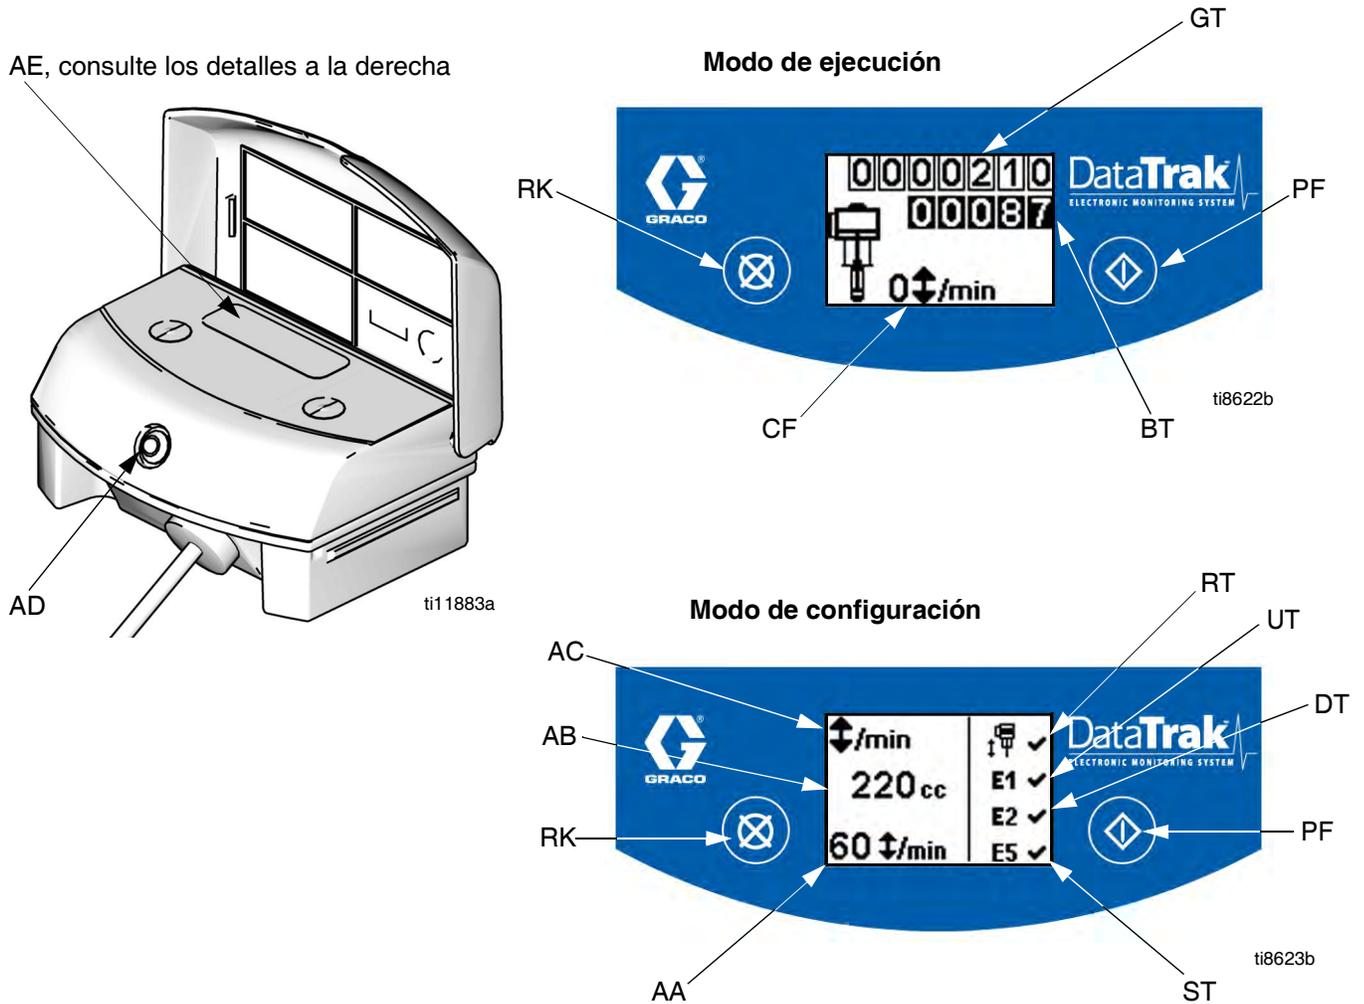

FIG. 8. Controles e indicadores de DataTrak
## Leyenda para la FIG. 8
1. Consulte la FIG. 8. Mantenga pulsado  durante 5 segundos hasta que aparezca el menú Configuración.
Consulte la FIG. 8.
1. Consulte la FIG. 8. Si se produce embalamiento de la bomba, accionará el solenoide de embalamiento, parando la bomba. El LED (CD) destellará y la pantalla (CF) indicará una condición de embalamiento (vea la Tabla 1:). La pantalla hará un ciclo a través de seis pantallas de instrucciones.
2. Pantallas de embalamiento 1 y 2: para restablecer el solenoide de embalamiento, cierre la válvula de aire principal (E). Espere a que el aire se haya purgado completamente del motor neumático.
3. Pantallas de embalamiento 3 y 4: Después de que se haya purgado el aire, pulse el botón de liberación del solenoide (J) hacia abajo para restablecer la válvula de aire. El botón volverá hacia arriba cuando se presurice la válvula de aire.
(vea la FIG. 8).
1. Consulte la FIG. 8. Para entrar al modo de cebado/lavado, pulse cualquier tecla para activar la pantalla, luego pulse . Aparecerá el símbolo Cebado/Lavar en la pantalla y el LED parpadeará
2. Mientras está en modo de cebado/lavado, se inhabilita la protección contra embalamiento y el totalizador de lotes (BT) no contará. El totalizador global (GT) continúa la cuenta.
Consulte la FIG. 8. El último dígito del totalizador de lotes (BT) representa décimas de galón o litro. Para reponer a cero el totalizador, pulse cualquier tecla para activar la pantalla y, después, mantenga pulsado  durante 3 segundos.
Consulte la FIG. 8. La pantalla (AE) se apagará después de 1 minuto de inactividad en modo de ejecución o 3 minutos en modo de configuración. Pulse cualquier tecla para activar la pantalla.
DataTrak puede diagnosticar varios problemas de la bomba. Cuando el monitor detecte un problema, el LED (AD, FIG. 8) parpadeará y aparecerá en la pantalla un código de diagnóstico. Consulte la Tabla 1:.
|         | E-4    | Componente de servicio 1 (unidades con protección contra embalamiento sólo) | Problema al detener el embalamiento.   | <ul style="list-style-type: none"> <li>Solenoides dañados.</li> <li>Portaválvulas dañados.</li> <li>Antiembalamiento (RT, FIG. 8) La protección antiembalamiento puede activarse con una bomba que no esté equipada con válvula de solenoide de embalamiento. Entre a la pantalla de configuración e inhabilite la protección contra embalamiento.</li> </ul>   |
|         | E-6    | Fusible fundido   | El fusible está fundido. Sustituya el fusible; consulte la página 23.                            | <ul style="list-style-type: none"> <li>Solenoides o cableado del solenoide defectuoso.</li> <li>Temperaturas extremas (superiores a 60°C [140°F]).</li> <li>Antiembalamiento (RT, FIG. 8) La protección antiembalamiento puede activarse con una bomba que no esté equipada con válvula de solenoide de embalamiento. Entre a la pantalla de configuración e inhabilite la protección contra embalamiento.</li> </ul> |